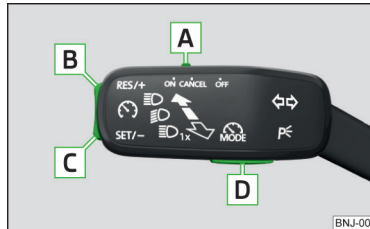

Abb. 202 Bedienelemente der Geschwindigkeitsregelanlage
Übersicht der Bedienelemente der GRA » Abb. 202
- ▶ Durch das Drücken der Taste **D** » Abb. 202.
- Durch das Drücken der Taste **D** » Abb. 202 während der Regelung wird diese abgebrochen und es wird der Geschwindigkeitsbegrenzer aktiviert.